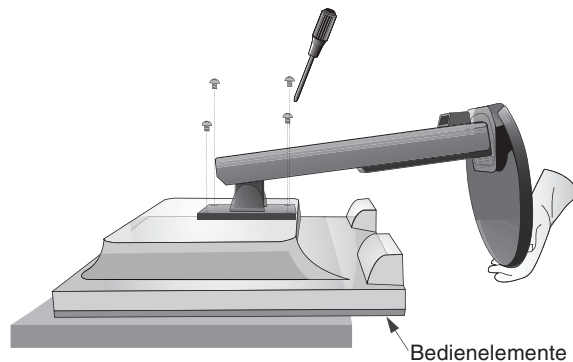

Abbildung S.1
2. Legen Sie den Monitor mit der Vorderseite nach unten auf eine weiche Oberfläche (**Abbildung S.1**).
3. Entfernen Sie die vier Schrauben, mit denen der Fuß am Monitor befestigt ist (**Abbildung S.1**).